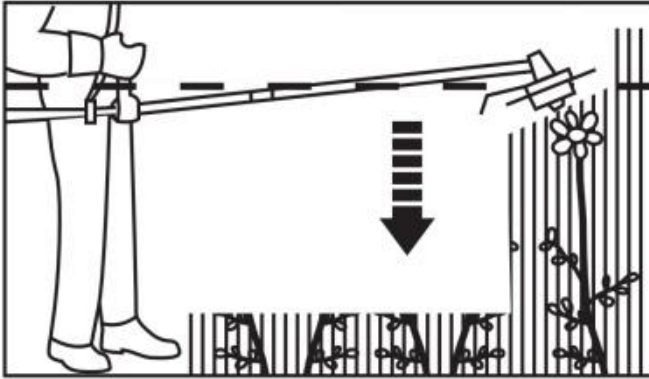

Fig. 43
4. Nunca sostenga el cabezal de corte por encima de su cadera (Fig. 43); cuanto más alto sostenga el cabezal de corte, mayor será el riesgo de que se arrojen objetos.